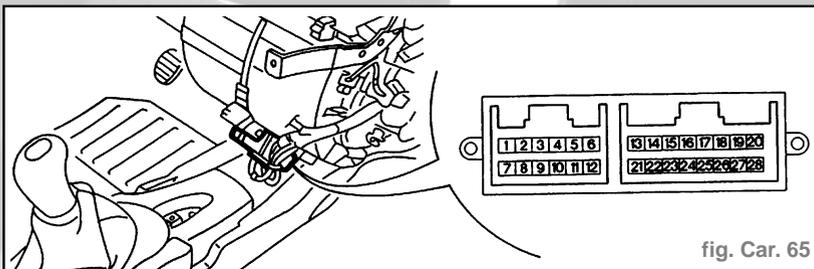

fig. Car. 65
- Elle est située sur la partie inférieure du bloc convoyeur-répartiteur, et fixée sur eux par l'intermédiaire de deux vis, elle est facilement accessible de l'habitacle. Près d'elle est situé le connecteur de liaison pour le Fiat/Lancia Testeur (fig. Car. 65).